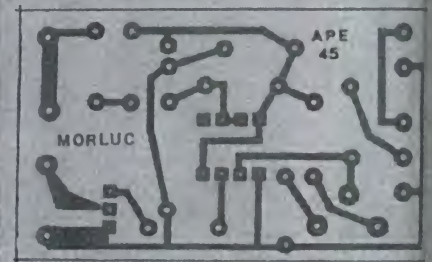

Fig.2
- FIG. 2 - LAY OUT DA PLACA ESPECÍFICA DE CIRCUITO IMPRESSO - Em tamanho natural (escala 1:1), a figura mostra o padrão cobreado de ilhas e pistas, dispostos sobre a plaquinha de 5,9 x 3,5 cm. As partes vistas em negro correspondem às áreas cobreadas, como é convencional... O que estiver em branco refere-se às áreas livres da película cobreada...